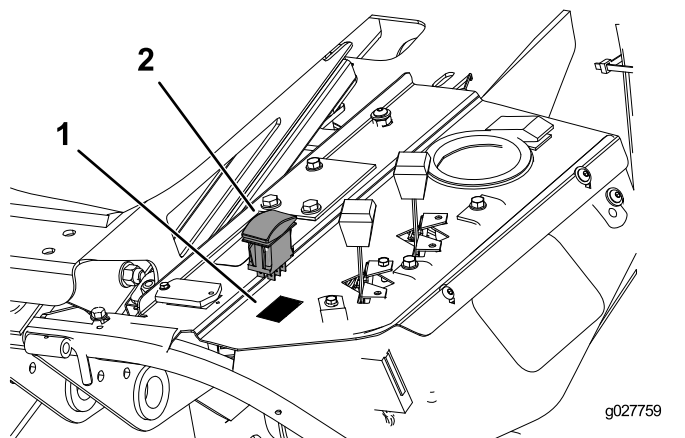

Figura 7
2. Retire el tapón de plástico e instale el interruptor, según se muestra en Figura 7.